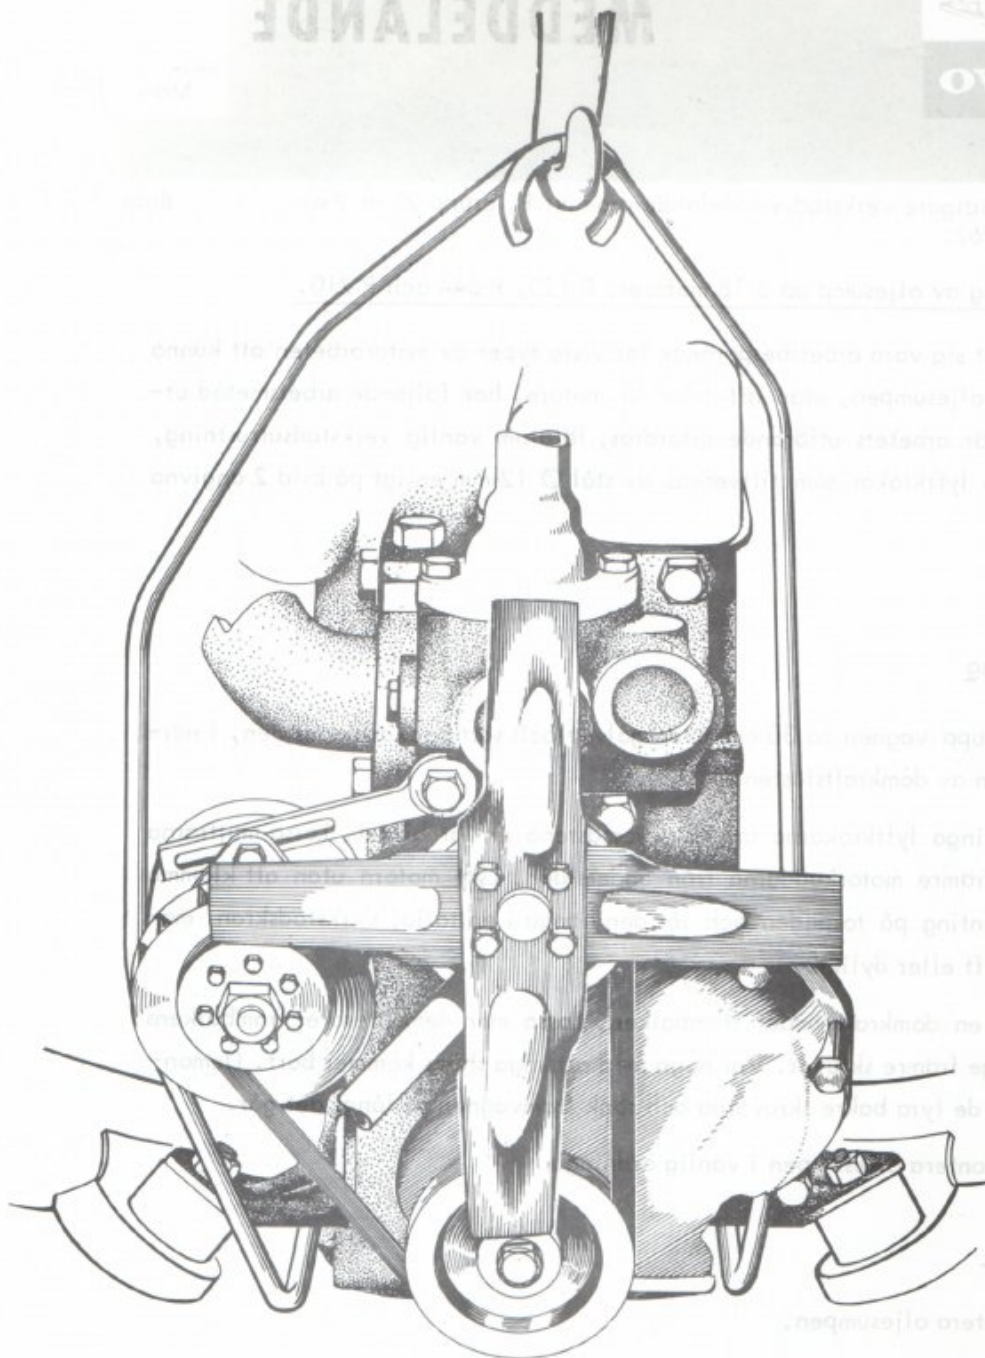

Bild 1
2. Anbringa lyftkrokarna under motorfästena enligt bild 1. Lossa muttrarna för främre motorkuddarna från undersidan. Lyft motorn så långt som möjligt, utan att klämma någonting på torpeden, i en talja, verkstadskran, motorlyft eller dylikt.